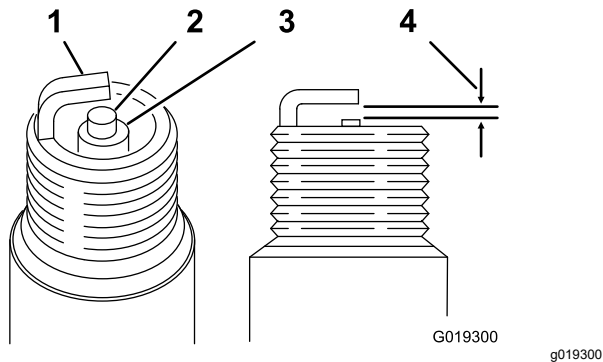

Bild 33
Elektrodenabstand: 0,70 bis 0,80 mm, siehe Bild 33
- Stellen Sie den Abstand auf 0,70 mm bis 0,80 mm ein, wie in Bild 33 abgebildet.